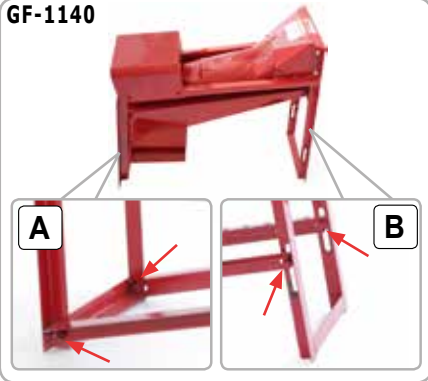

Fig.4
- Montați cele două bride susținere motor (7) cu ajutorul a 4 suruburi și piulițe utilizând o cheie hexagonală (vezi Fig.4);
anterior (4) unde sunt disponibile două găuri tip butonieră (vezi Fig. 4);